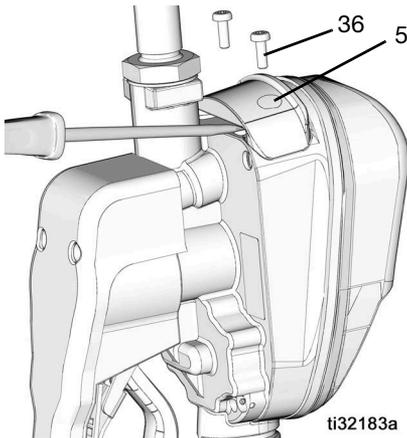

ABB. 47
1. Die Schrauben (36) aus der Batterie-fachabdeckung (5) heraus-schrauben.
2. Mit einem kleinen, flachen Schraubenzieher die Abdeckung vorsichtig vom Gehäuse des Dosierventils mit Mess-anzeige auf der Unterseite der Abdeckung in der Nähe der Verlängerung abheben, siehe ABB. 47